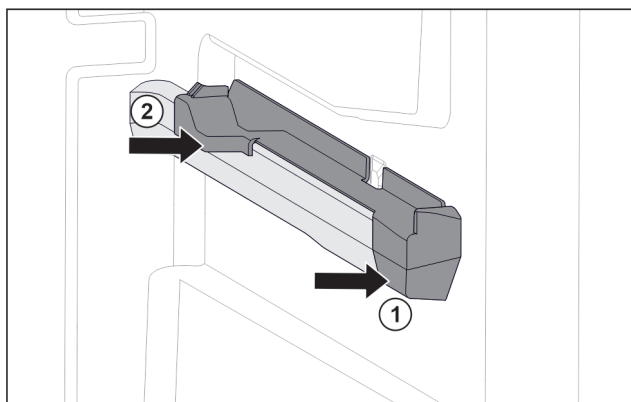

Fig. 76 Piesă de fixare pe nervura din dreapta a recipientului
- Așezați piesa de fixare în față pe nervura recipientului. Fig. 76 (1)
- Apăsați piesa de fixare spre spate. Fig. 76 (2)